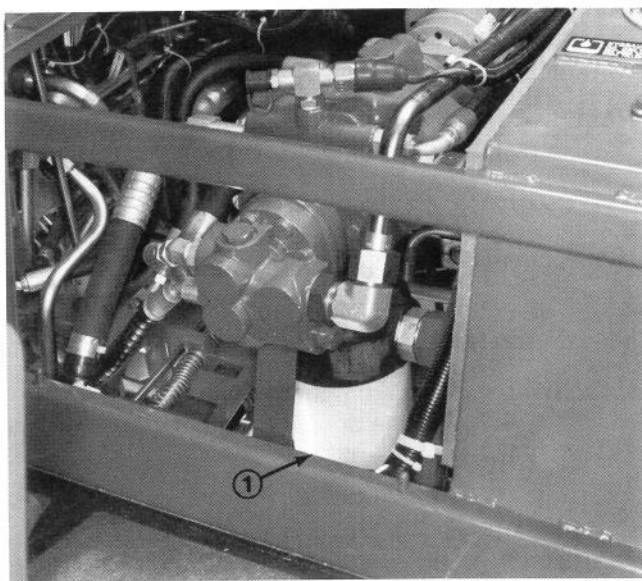

Fig. 46
2. Pulire attorno alla zona di fissaggio del filtro (Fig. 46). Mettere una bacinella sotto il filtro prima di rimuoverlo.